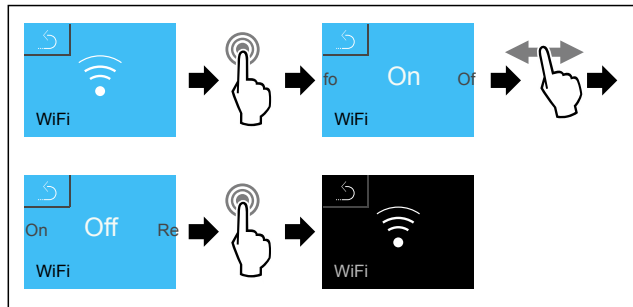

Fig. 97
- ▶ Выполните шаги действия (см. Fig. 97).